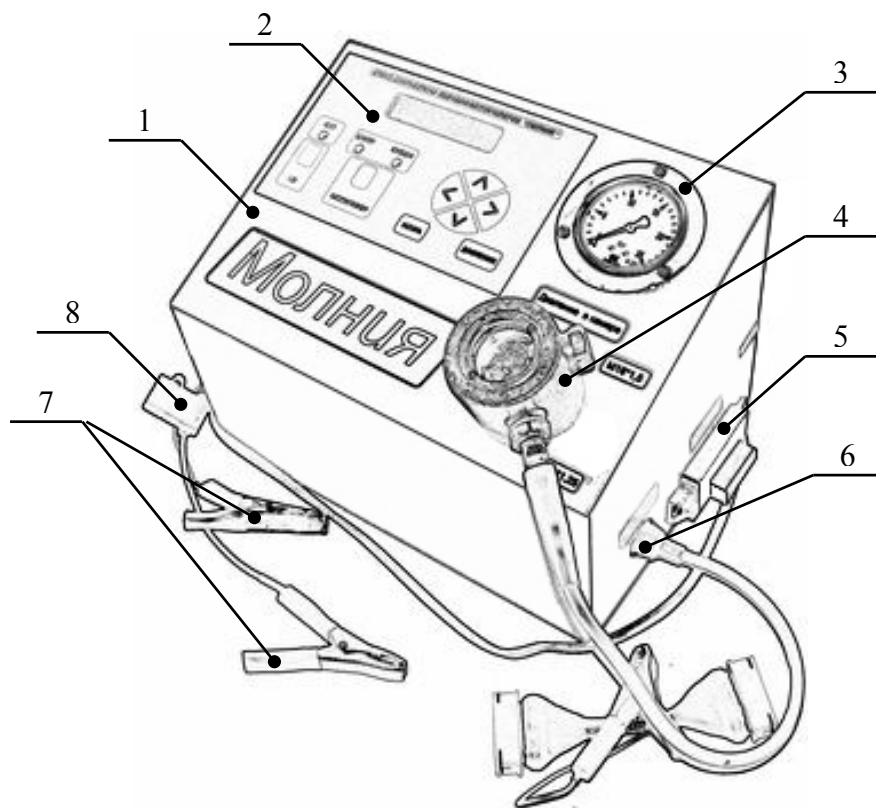

Рис. 1. Внешний вид стенда “Молния”
5. Кнопка **Коммутатор** для выбора работы с встроенным в стенд коммутатором или внешним коммутатором, подключаемым через разъём (5 рис. 1) на правой боковой панели стенда. В версии МОЛНИЯ-К кнопка **Коммутатор** используется для выбора режима работы с встроенным и внешним коммутатором, а так же для выбора режима проверки модуля системы зажигания.
1. Аккуратно и до ощутимого упора вверните проверяемую свечу в соответствующее отверстие в камере высокого давления (4 рис. 1) и подключите к ней высоковольтный провод. Во второе отверстие вверните заглушку, поставляемую со СТЕНДОМ. Используйте уплотнительные кольца, идущие в комплекте к СТЕНДУ. Для повышения герметичности уплотнения, штатную шайбу на свече рекомендуется снять.
2. Подключите клеммы кабеля питания (7 рис.1) к положительной и отрицательной клеммам **полностью заряженного** автомобильного аккумулятора, в соответствии с обозначением на контактах. После подключения клемм включатся светодиодные и жидкокристаллический индикатор на панели управления стендом. Индикатор «Вкл» будет светиться зелёным. При неправильном подключении клемм стенд не включится. Для модификации стенда **МОЛНИЯ-К** возможно подключение стенда как к автомобильному аккумулятору, так и к сети переменного тока 220В 50Гц. В случае одновременного подключения стенда к аккумулятору и сети переменного тока 220В 50Гц, стенд будет работать от встроенного источника питания 220В 50Гц. Подключите шнур сетевого питания 220В 50Гц и включите выключатель на левой стенке СТЕНДА для работы от сети переменного тока 220В 50Гц.
- Аккуратно и до ощутимого упора вверните проверяемую свечу в соответствующее отверстие в камере высокого давления (4 рис. 1) и подключите к ней высоковольтный провод. Во второе отверстие вверните заглушку, поставляемую со СТЕНДОМ. Используйте уплотнительные кольца, идущие в комплекте к СТЕНДУ. Для повышения герметичности уплотнения, штатную шайбу на свече рекомендуется снять.
- Нажмите кнопку **Давление** и удерживайте её, пока давление в камере не станет равным рабочему давлению для проверяемой свечи. Величину давления контролируйте по манометру (3 рис.1) на корпусе прибора.
- Нажмите и удерживайте кнопку **Искра** для формирования высоковольтного напряжения на свече. При необходимости измените частоту следования искры используя кнопки **↑**, **↓**, и угол замкнутого состояния контактов кнопками **←**, **→**. Через окно в камере высокого давления (4 рис.1) наблюдайте за процессом искрообразования.
1. Аккуратно и до ощутимого упора вверните эталонную свечу в соответствующее отверстие в камере высокого давления (4 рис. 1) и подключите к ней высоковольтный провод. Во второе отверстие вверните заглушку, поставляемую со СТЕНДОМ. Используйте уплотнительные кольца, идущие в комплекте к СТЕНДУ. Для повышения герметичности уплотнения, штатную шайбу на свече рекомендуется снять.
2. Используя кабель переходник №1, подключите проверяемый коммутатор к разъёму (5 рис. 1) расположенному на правой боковой панели стенда.
5. Нажмите кнопку **Давление** и удерживайте её, пока давление в камере не станет равным рабочему давлению для используемой свечи. Величину давления контролируйте по манометру (3 рис.1) на корпусе прибора.
6. Нажмите и удерживайте кнопку **Искра** для формирования высоковольтного напряжения на свече. При необходимости измените частоту следования искры используя кнопки , , и угол замкнутого состояния контактов кнопками , . Через окно в камере высокого давления (4 рис.1) наблюдайте за процессом искрообразования.
1. Аккуратно и до ощутимого упора вверните свечу в соответствующее отверстие в камере высокого давления (4 рис. 1) и подключите к ней высоковольтный провод от встроенной в СТЕНД катушки зажигания. В дальнейшем эта свеча в проверке модуля не участвует и нужна для защиты встроенной катушки от возможного пробоя.
3. Используя кабель переходник, подключите проверяемый модуль системы зажигания к разъёму (5 рис. 1) расположенному на правой боковой панели стенда.